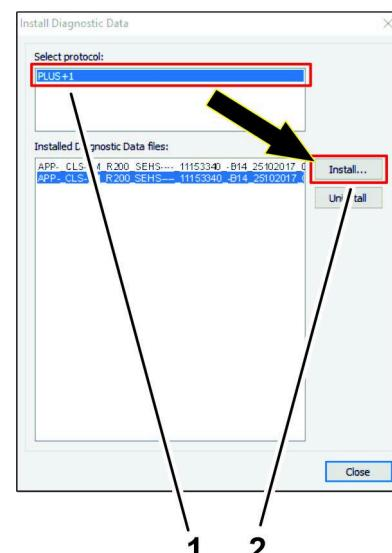

図 54
2. プロトコルの選択をインストールダイアログ ボックスで、PLUS+1アイコンをクリックし、インストールアイコン (図 54) を押す。